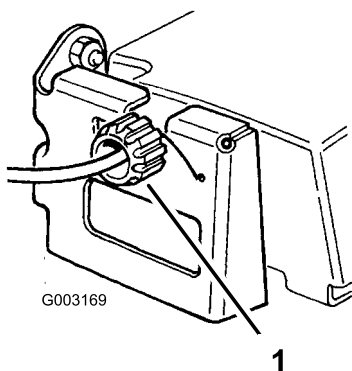

Figure 29
2. Tournez le bouton de commande de 1/2 tour dans le sens horaire si la tondeuse n'avance pas automatiquement. Si la tondeuse a tendance à avancer, tournez le bouton de 1/2 tour dans le sens anti-horaire pour détendre la courroie (Figure 29).